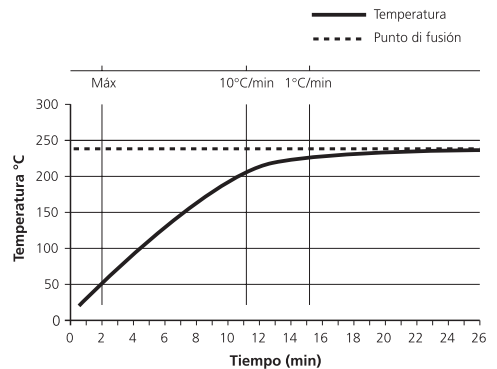

Fig 6
6. Para conseguir un rápido y preciso punto de fusión se aconseja realizar la primera parte del calentamiento con rampa rápida, hasta aproximarse al valor que se supone está el punto de fusión, (ver Fig. 6, para una curva teórica de determinación de un punto de fusión a 240°C).